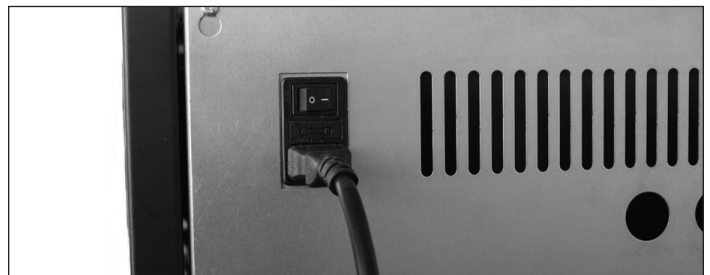

Figure 20a : Interrupteur d'alimentation principal
Mettre l'interrupteur d'alimentation principal au dos du poêle en position de marche (ON). **VOIR FIGURE 20A.**